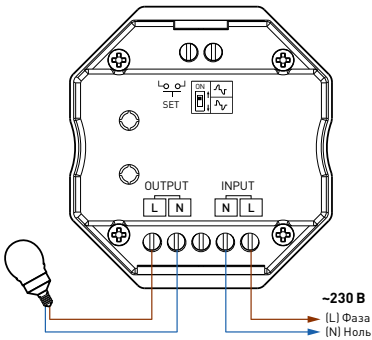

Рис. 3. Схема подключения диммируемых ламп с питанием AC 230 В
- 3.2. Подключите светорегулятор согласно схеме на рис. 3. или 4: